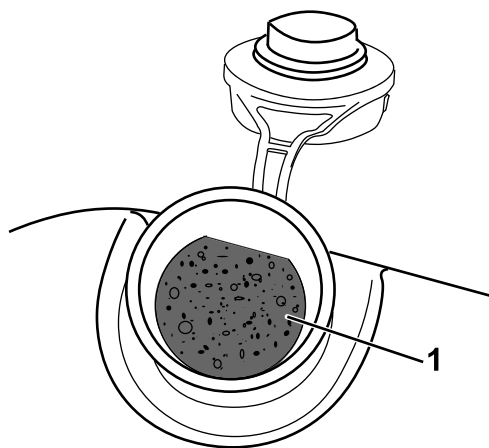

Figure 13
**Important:** La tondeuse est équipée d'un réservoir de supercarburant comprenant un insert en mousse pour éviter l'agitation du carburant. Ne retirez pas l'élément en mousse car il permet au moteur d'utiliser l'intégralité du carburant dans le réservoir (Figure 13).